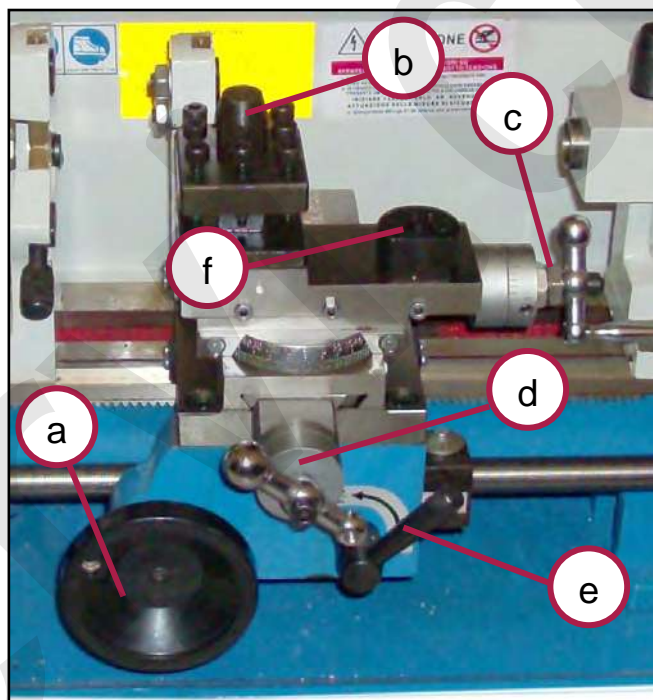

Figura 16 – Leve e volantini del carrello e delle slitte porta utensile.
Sul carrello porta utensile vi sono cinque comandi manuali (leve e volantini) che ne consentono la regolazione fine e l'avanzamento (vedere la Figura 16).
4. **Inserire l'utensile sulla torretta del carrello porta utensile, e fissarlo con l'apposita leva di bloccaggio (rif. b in Figura 16).**
5. Regolare la posizione del carrello e delle slitte porta utensile, utilizzando le leve ed i volantini appositi (vedere la Figura 16).
8. Eseguire la lavorazione sul pezzo, **avvicinando l'utensile al pezzo stesso, in rotazione, utilizzando esclusivamente i volantini che regolano il movimento fine delle slitte porta utensile (rif. c / d in Figura 16).**